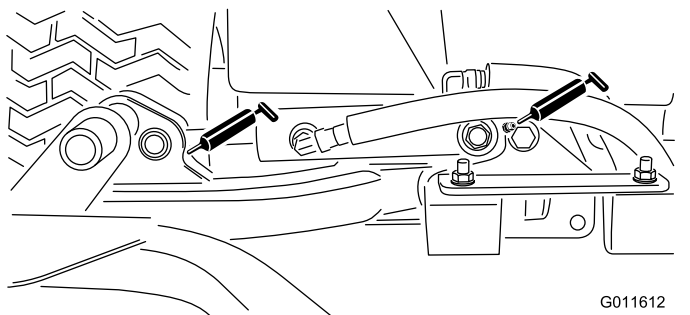

図 30
- 昇降アームのシリンダ各カッティングユニットの2ヶ所ー 図 30
- 昇降アームのピボット各アームに1ヶ所ー 図 30